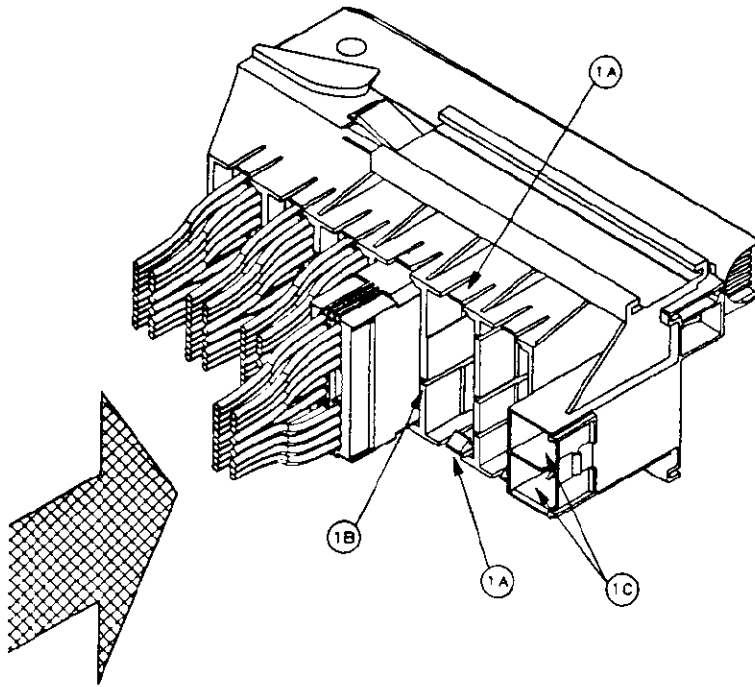

FIG. 1
The connector correct position is assured by mechanical and visual (color) polarizations **1B** (see **Fig.1**).
La posizione di ogni connettore è vincolata dalle polarizzazioni meccaniche **1B** e visive (colore) (vedi **Fig.1**).
1) Insert in the suitable seat the power male contacts into the cavities located on the frame rear side 1C ( see Fig. 1) until the locking lance clicks 7A ( see Fig. 7). The cavities permit different contacts insertion, 180° from one another.
1) Inserire i contatti maschi di potenza nelle due cavità situate nella parte posteriore del frame 1C ( vedi Fig.1) fino allo scatto della linguetta di trattenimento nell'apposita sede 7A ( vedi Fig.7).